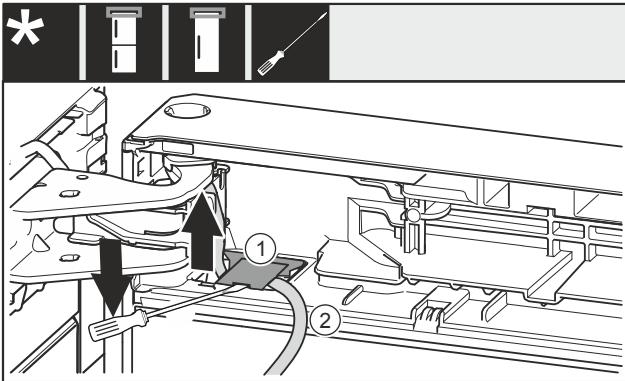

Fig. 20
- ▶ Mit Schlitzschraubendreher die Abdeckung Fig. 20 (1) anheben und herausziehen.
- ▶ Kabel Fig. 20 (2) herausziehen.